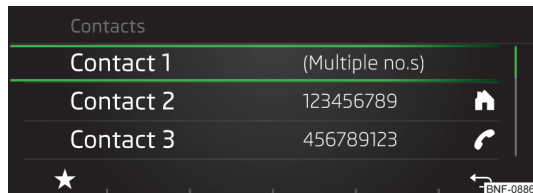

Fig. 110
► Prin apăsarea tastei funcționale ☆ » **fig. 110** se afișează un meniu pentru memorarea contactului preferat » **pagina 94, Contactele preferate (favorite)**.